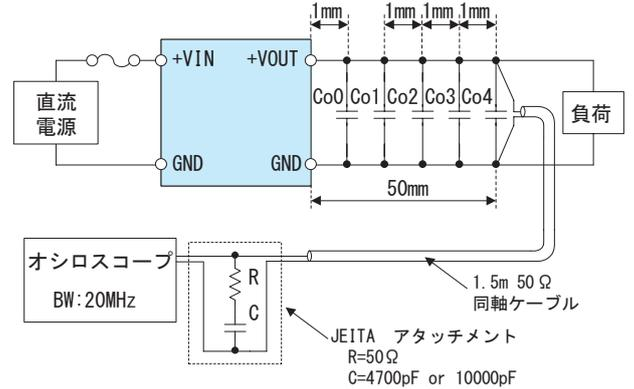

図2.4 出力リップル・リップルノイズ測定方法
- 出力リップル・リップルノイズは、図2.4に示した方法で測定した値です。